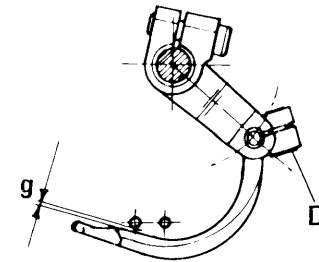
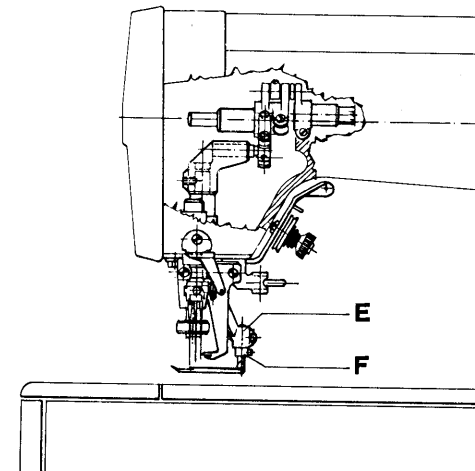

Fig. 33
Fig. 35
3. (quota "g") Per ottenere la quota "g" allentare la vite D (fig.33) e ruotare il crochet. Far attenzione che l'anello di fermo F sia sempre a battuta contro il porta crochet E (fig.35).
3. (distance "g") To obtain distance "g", slacken screw D (fig.33) and turn looper. Make sure that locking ring F is always close up against looper holder E (fig.35).